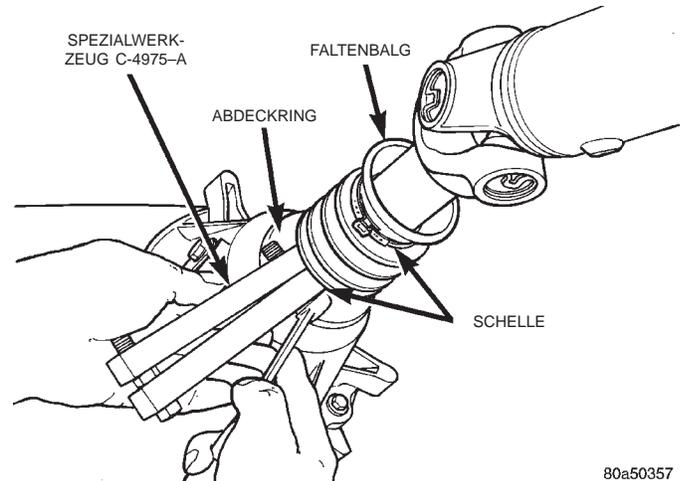

Abb. 79 Faltenbalg einbauen
(8) Den Faltenbalg am Abdeckring der Abtriebswelle befestigen und die Schelle mit Spezialwerkzeug C-4975-A festpressen (Abb. 79).